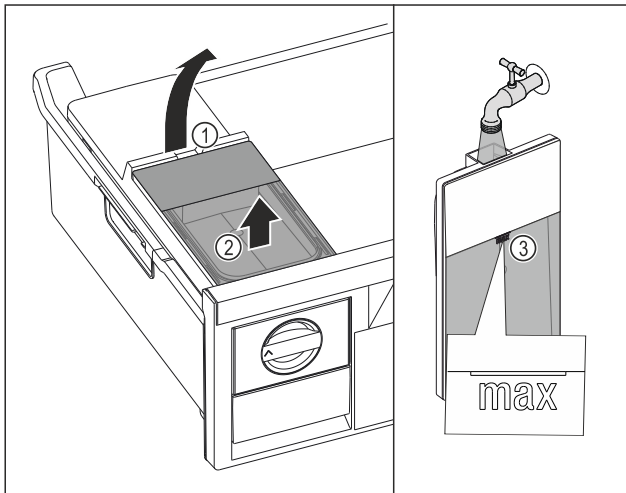

Fig. 156
- ▶ Підняти бак для води за заглиблення Fig. 156 (1).
- ▶ Вийняти бак для води рухом вгору. Fig. 156 (2)
- ▶ Наповнити бак для води питною водою до позначки Fig. 156 (3).